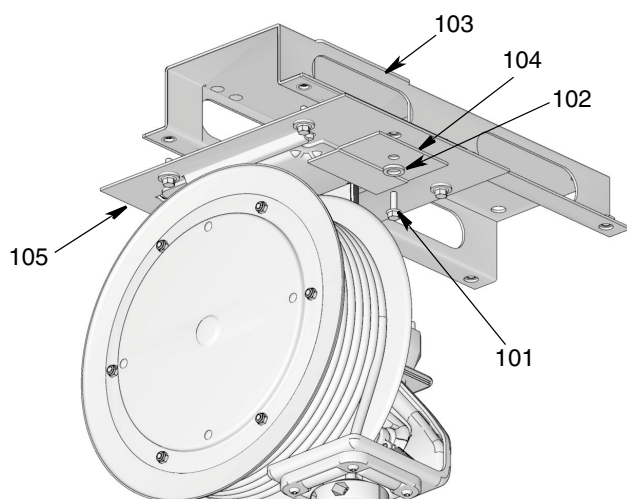

FIG. 8
2. Utilisez le rail de base (FIG. 8 - 103) pour agencer la position des orifices de montage avant de percer.
4. Installez le rail de base (103) et l'embase (105) comme illustré dans la FIG. 8.
5. Faites glisser l'enrouleur de cordon dans l'embase (105) et installez le plateau de maintien (104), la rondelle (102) et la vis (101). Serrez fermement la vis (FIG. 8). **Assurez-vous que l'enrouleur est bien fixé avant d'abaisser le chariot élévateur.**
3. FIG. 8, page 11 : faites glisser l'enrouleur de cordon dans l'embase (105) et installez le plateau de maintien (104), la rondelle (102) et la vis (101). Serrez fermement la vis.